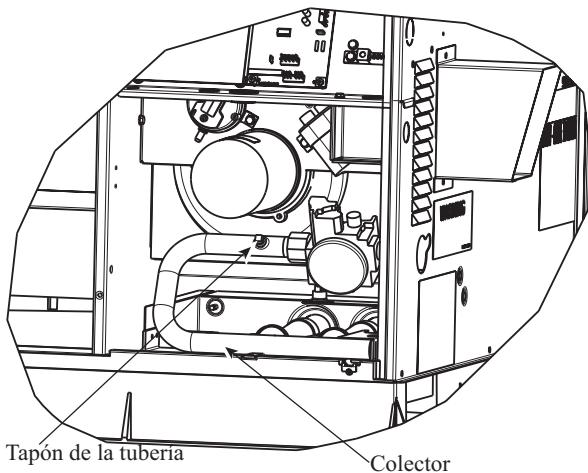

Fig. 11 – Conjunto del quemador
2. Retire el tapón de la tubería del múltiple (consulte la Fig. 11) y conecte el manómetro. Active el suministro de gas de la unidad.
6. Desactive todo el suministro de gas de la unidad. Quite el manómetro de la toma de presión y vuelva a colocar el tapón de la tubería en el múltiple (consulte la Fig. 11). Active el gas y compruebe si hay fugas